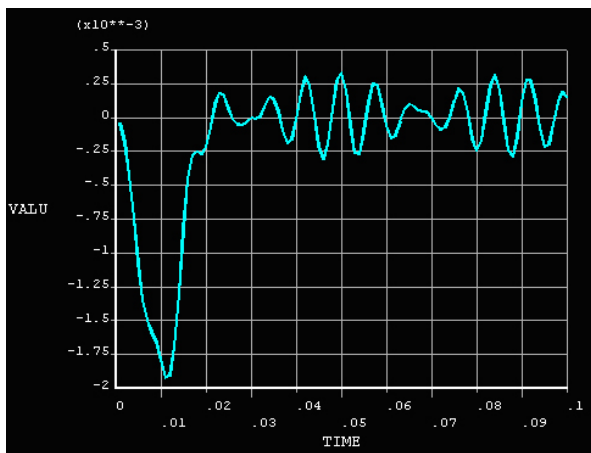

Рис. 18. График перемещения точки печатной платы по оси Z
**Variables List** появилась новая переменная). Нажмите **Graph Data**. Пример графика показан на рис. 18.